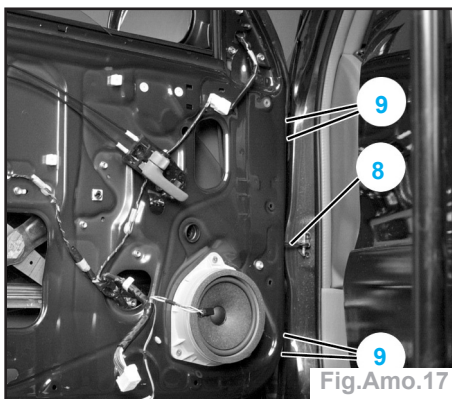

Fig.Amo.17
- Désaccoupler le limiteur d'ouverture (8) (Fig.Amo.17).